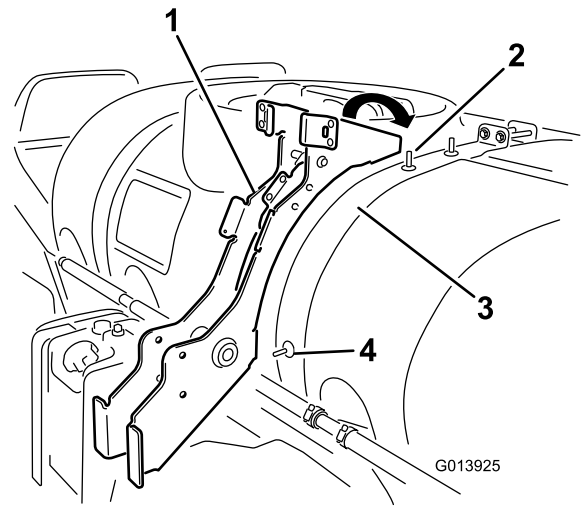

Figura 6
3. Instale el bastidor sobre el fleje del depósito alineando el taladro inferior del bastidor con el perno expuesto del lateral del fleje del depósito, y el taladro superior con el perno superior del fleje del depósito, según se muestra en Figura 6.